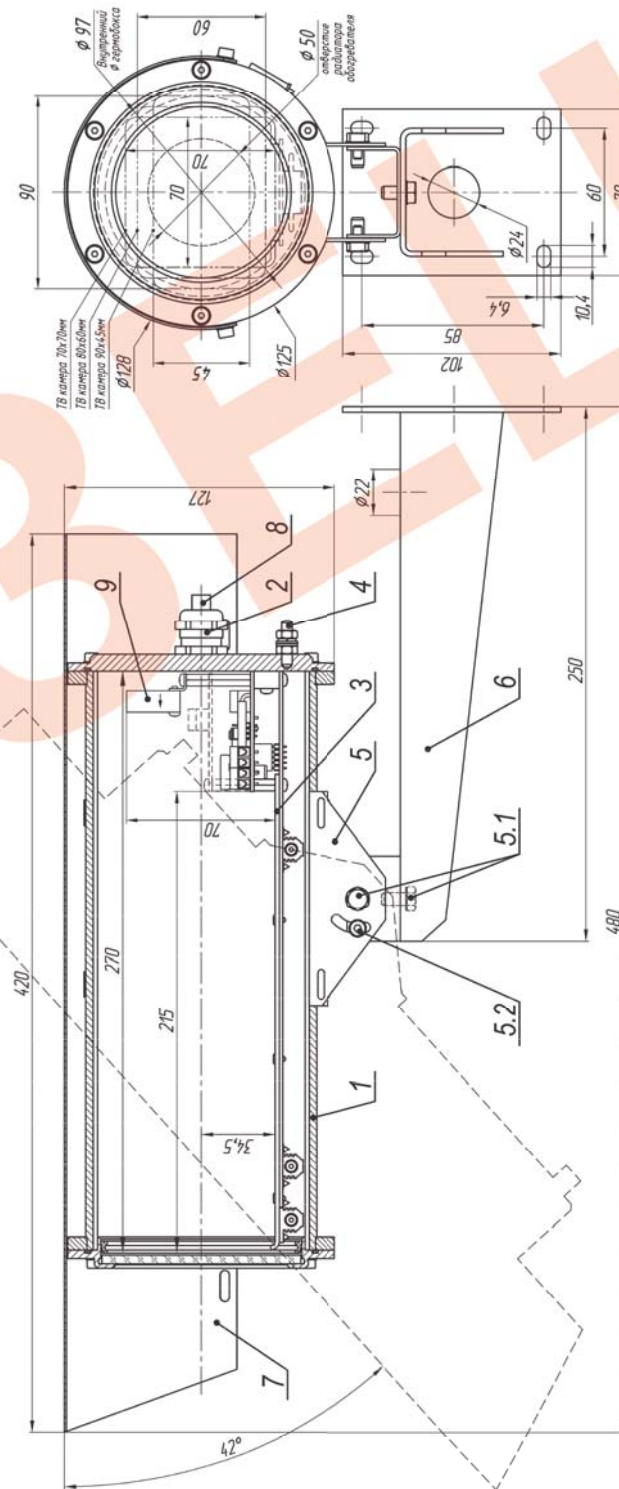

Рис.1 Состав и габаритно-установочные размеры ТГБ-9
2. Выдвинуть модуль видеокамеры (поз.3 рис.1) из кожуха.
8. Ослабив болты и винты фиксации шарнира (поз.5.1 и 5.2 рис.1), установить термокожух на нужное направление обзора, после чего надежно зафиксировать шарнир затянув выше перечисленные болты и винты.
9. Заземлить термокожух с помощью болта заземления (поз.4 рис.1).
В состав изделия входят (см. рис.1):